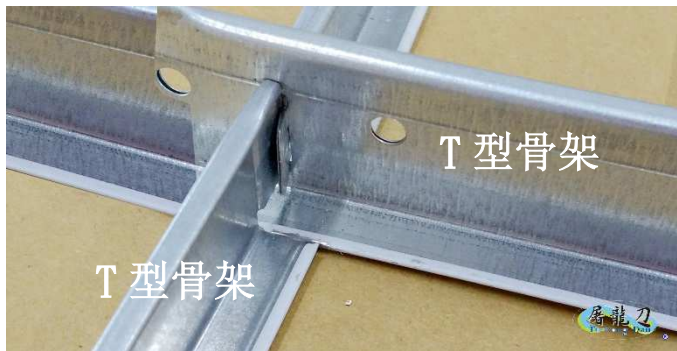

图 1：确认欲安装轻钢架龙骨灯的位置。
1. 换装者，自图 1 开始安装。新装者，自图 3 开始安装。固定铁丝建议规格为 21 号，使用长度 12cm。